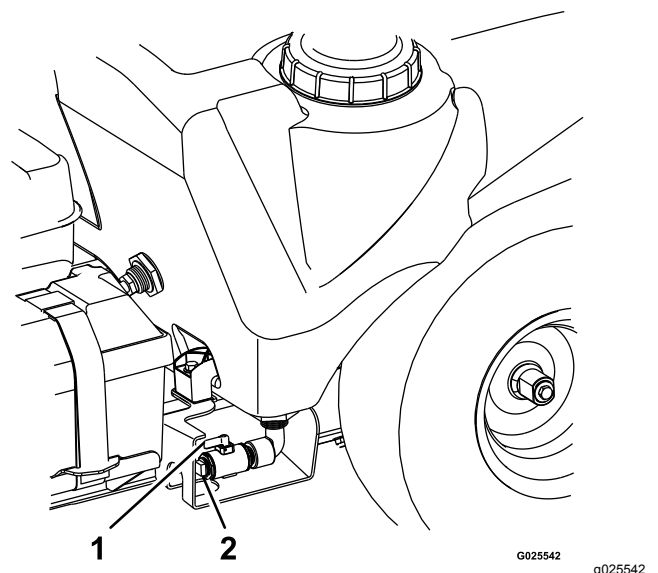

Figure 55
2. Enlevez le bouchon du robinet de vidange de la cuve du pulvérisateur (Figure 55).
- Tournez la manette du robinet de vidange dans le sens horaire de 90° pour vidanger la cuve (Figure 55).
- Fermez le robinet de vidange de la cuve, enlevez le flexible de vidange et remettez le bouchon de vidange sur le robinet (Figure 55).